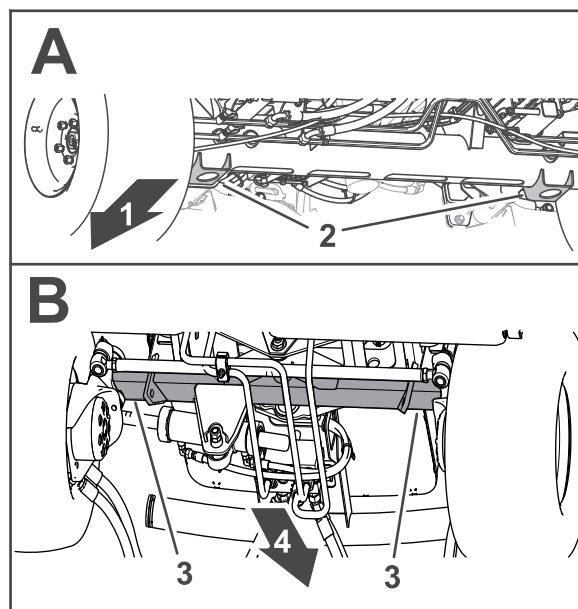

Bild 40
- Front: Die Wagenheberaufnahmen des Vorderachsrohrs (Bild 40).